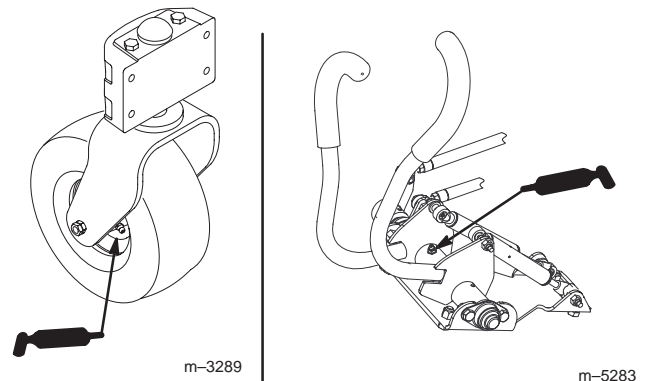

Bild 65
1. Fetten Sie die Lager der Laufräder und die Gelenke der Fahrshalthebel ein, bis Fett aus den Lagern auszudringen beginnt (Bild 65).